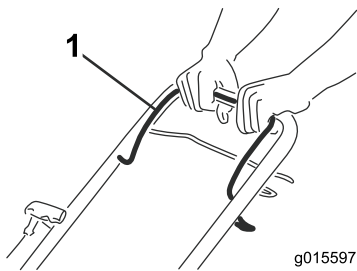

Figure 13
1. Maintenez la barre de commande de la lame (Figure 13) contre le guidon.